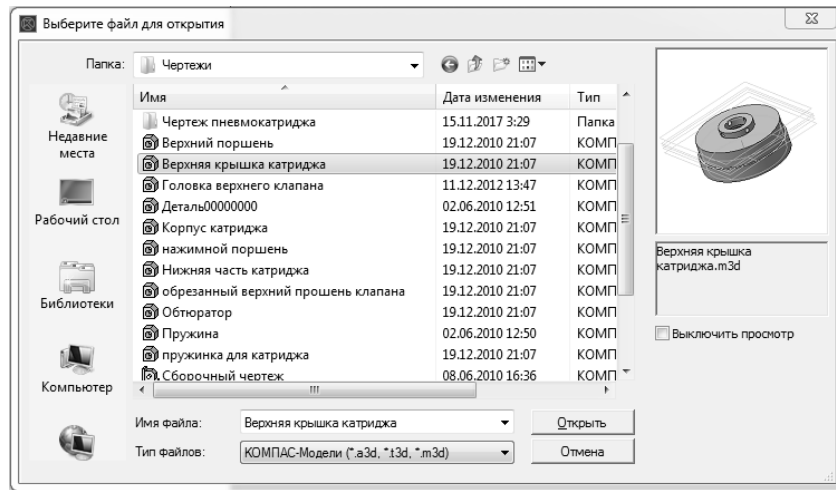

Рисунок 7.5 – Открытие файла детали Вал
1 Чтобы вывести на экран первую деталь – вал, созданную заранее и сохраненную в памяти компьютера, нужно нажать кнопку **Редактирование сборки**, а затем выбрать кнопку **Добавить из файла** (рисунок 7.5).
2. В диалоге выбора файлов для открытия выберите файл **Вал** и нажмите кнопку **Открыть** (см. рисунок 7.5).